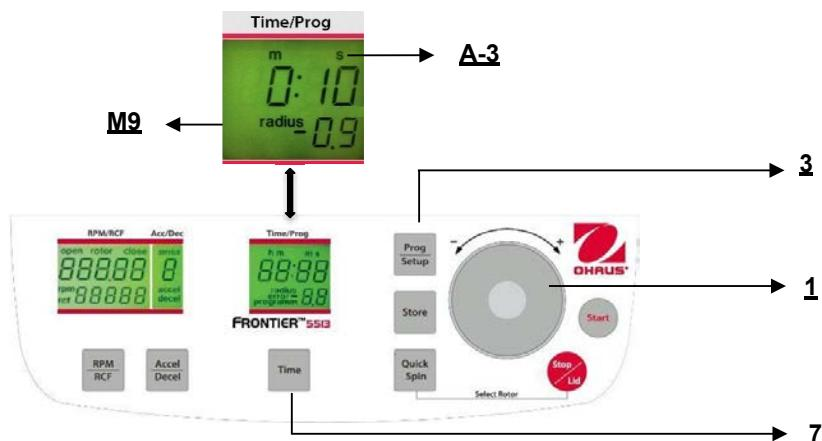

Figure. 18
Fermer le couvercle et maintenir ensuite appuyées les touches "**Time**" (7) (voir la figure 18) et "**Prog/Setup**" (3).